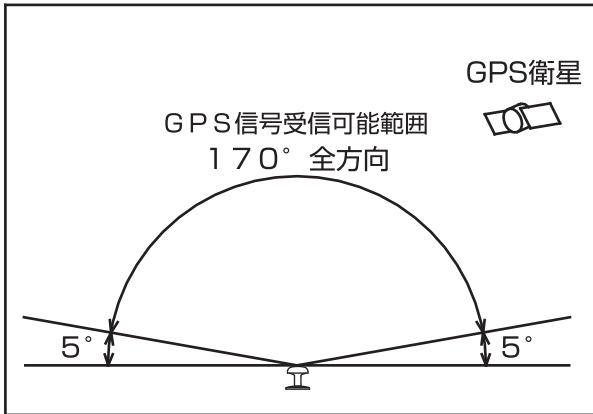

図1
- 図1のように上空170°全方向の範囲に障害物が無いこと。